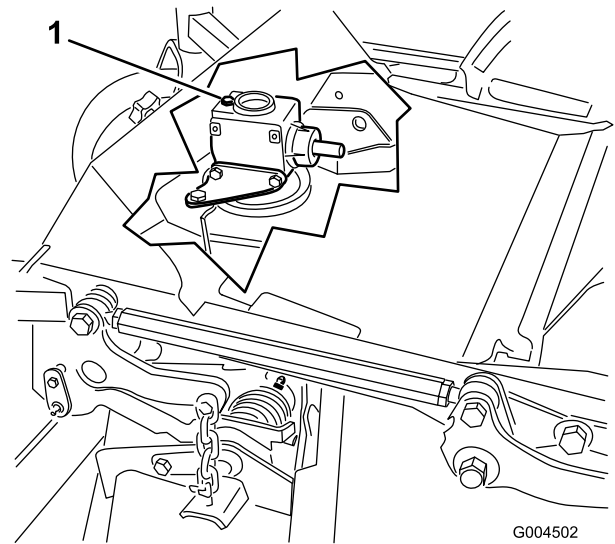

Figure 38
6. Retirez le bouchon de remplissage-jauge au sommet du boîtier d'engrenages (Figure 38) et vérifiez que le niveau de lubrifiant se situe entre les repères sur la jauge.
6. Retirez la jauge/le bouchon de remplissage du haut du boîtier d'engrenages (Figure 38).